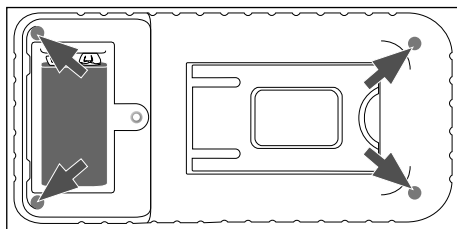

Fig. 5
- ◆ Desaperte o parafuso superior na parte traseira do aparelho, utilizando a chave de parafusos fornecida ⑦, e remova a tampa do compartimento da pilha, deslocando-a para cima (ver capítulo *Colocar/substituir a pilha*).
- ◆ Desaperte os quatro parafusos na parte traseira do aparelho e retire o painel traseiro (ver fig. 5).